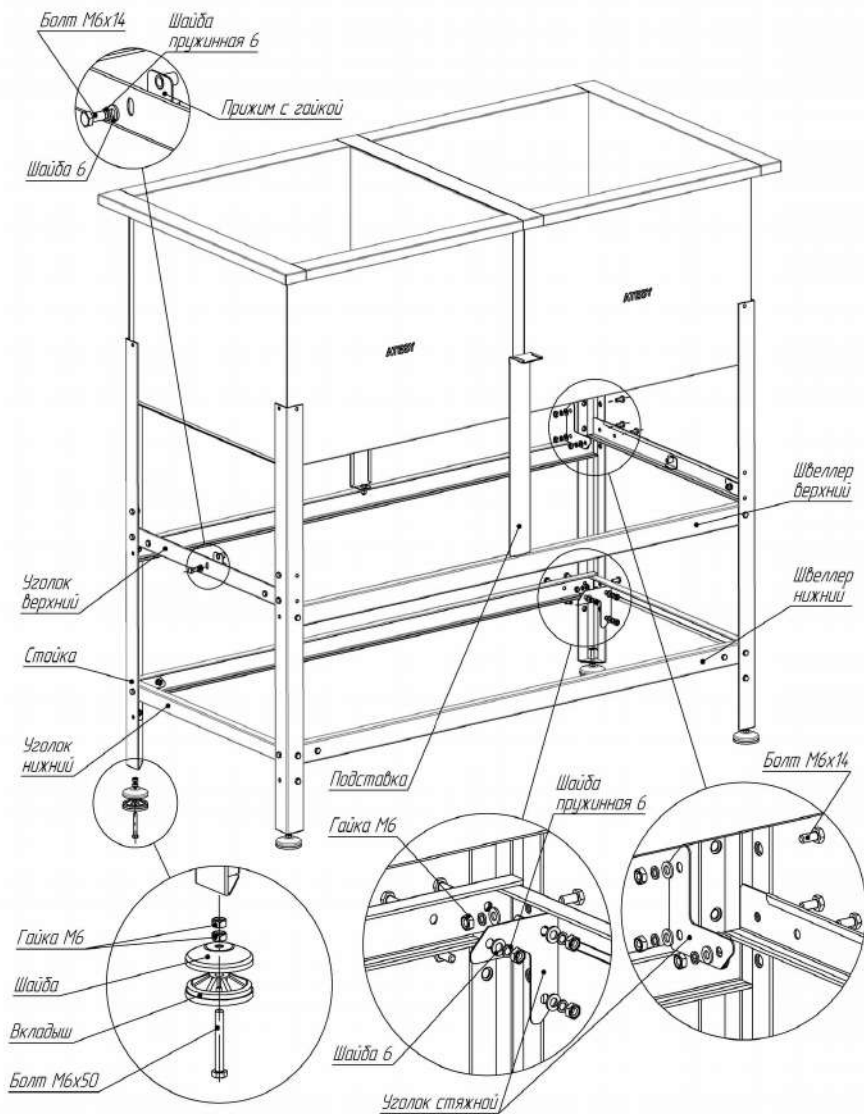

Рис. 1 Схема сборки ВСМ.
2.3. Собрать каркас ванны соединив между собой стойки, уголок верхний, уголок нижний, швеллер верхний, швеллер нижний, подставку при помощи уголков стяжных, болтов М6х14, гаек М6, шайб 6, шайб пружинных 6 без затяжки как показано на рис. 1.